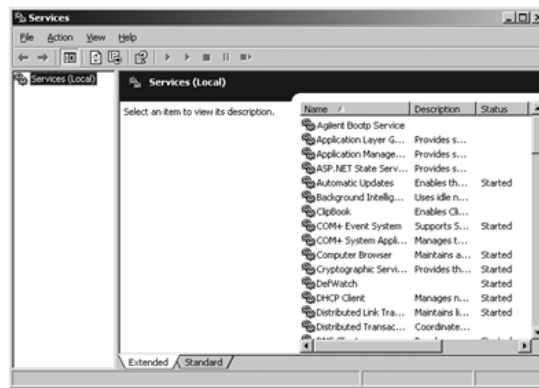

図 46 Windows の [サービス] 画面
- 1 Windows のコントロールパネルで、管理ツール > サービス の順に選択します。サービス 画面が表示されます（『273 ページ 図 46』を参照）。